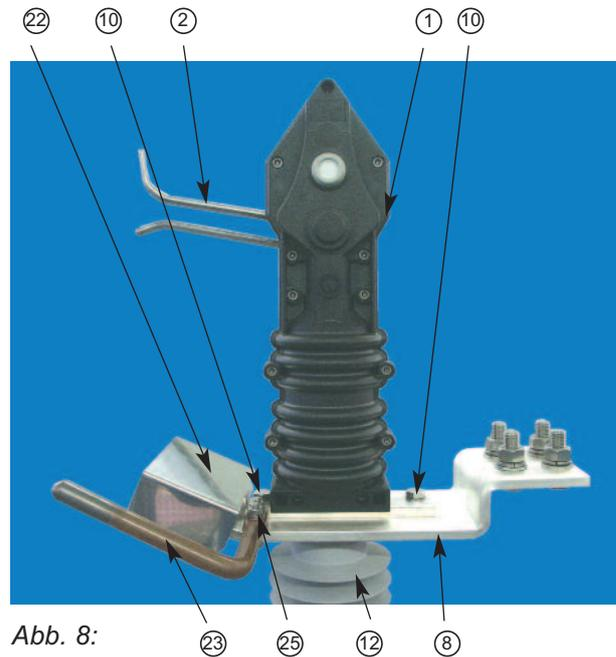

Abb. 8:
- Befestigungsschrauben M 10x35 (10) lösen, Schaltkammer (1) entfernen und Abdeckblech (22) der Hauptkontakte abnehmen (Abb. 8)
- Kontaktplatte (8) mit Kontaktfinger (7) inklusive Vorzündhorn (23) durch die beiden Befestigungsschrauben M 10x25 (11) vom feststehenden Isolator (12) lösen (Abb. 8 und 9)
- Neue Kontaktplatte (8) mit Kontaktfingern (7) inklusive Vorzündhorn (23) mit den beiden Befestigungs-
- Neue Schaltkammer (1) im eingeschalteten Zustand auf Kontaktplatte (8) mit Kontaktfinger (7) und Abdeckblech (23) mit den beiden Befestigungsschrauben M 10x35 (10) inklusive Scheiben und Federring montieren und anziehen (Abb. 8 und 9) (Anziehdrehmoment 32 Nm)